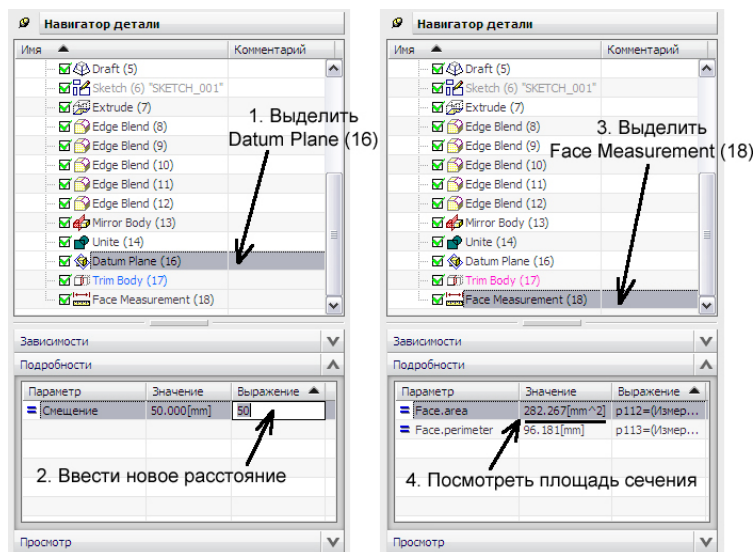

Рис. 47. Определение площади сечений
При построении эпоры сечений необходимо измерить площадь поперечного сечения поковки в нескольких местах. Для этого ЛКМ выделяем элемент Datum Plane (16) в навигаторе детали (рис. 47). Затем в подменю «Подробности» в столбце «Выражение» вводим новое смещение вспомогательной плоскости (можно вводить отрицательные значения), которое определяет местоположение измеряемого сечения. Нажимаем Enter. После этого ЛКМ выделяем элемент Face Measurement (18) в навигаторе детали (рис. 47) и в подменю «Подробности» в строке «Face.area» смотрим величину площади сечения.